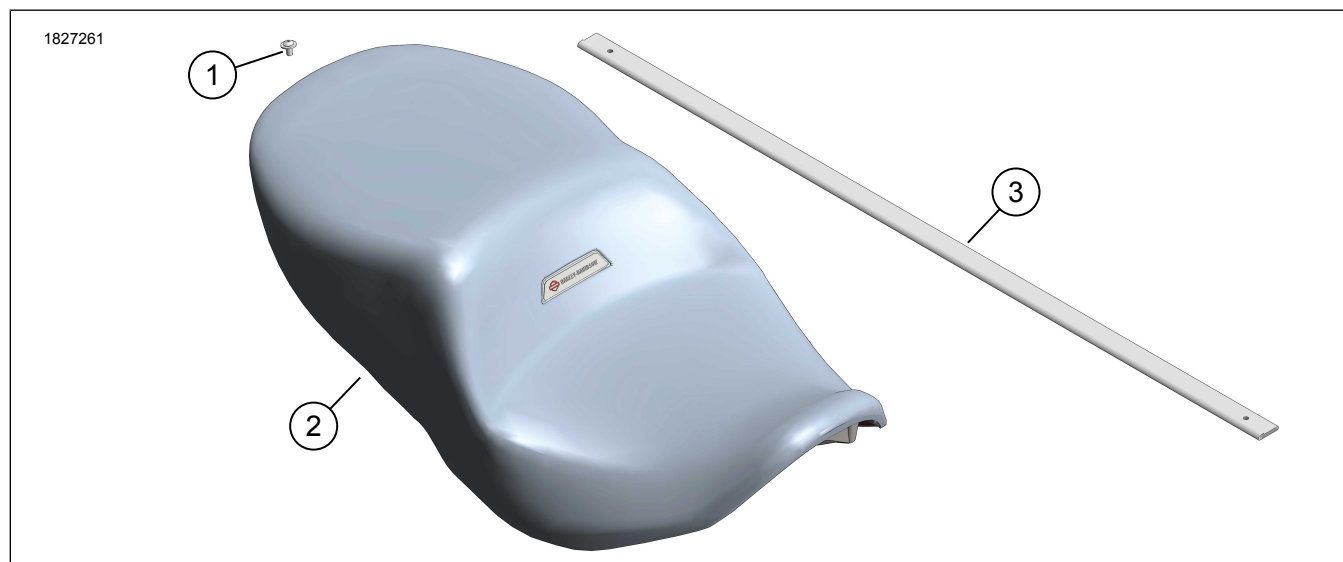

Figura 1. Conteúdo do kit: Assento aquecido e refrigerado
7. Veja a figura 1. Instale o parafuso do assento (1). Aperte.